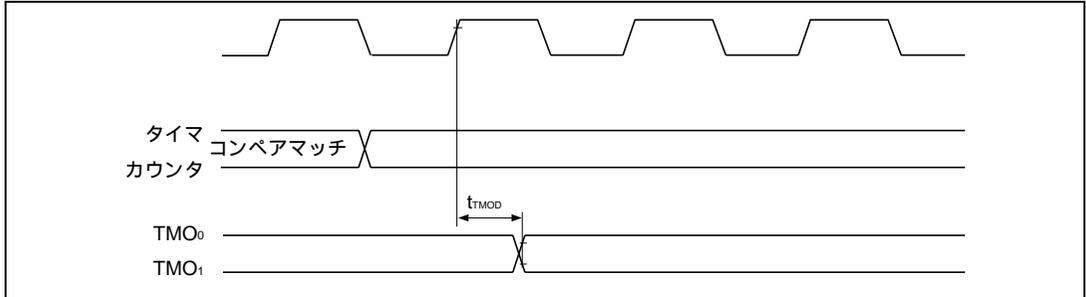
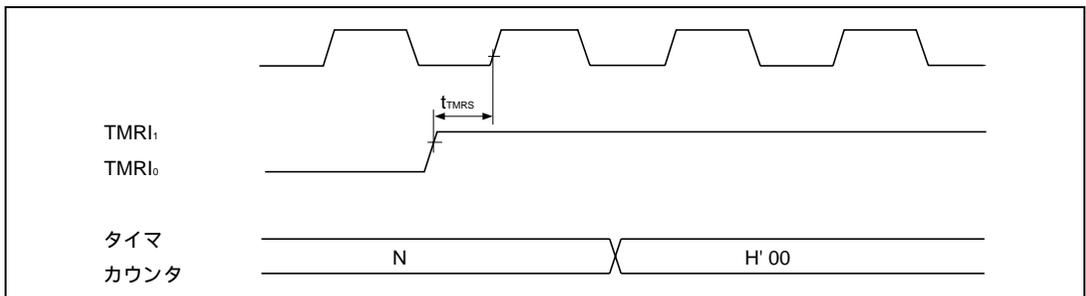

図 19.12 8ビットタイマ出力タイミング
図 19.14 8ビットタイマリセット入力タイミング
19.3.4 8 ビットタイマタイミング	図 19.12 ~ 図 19.14